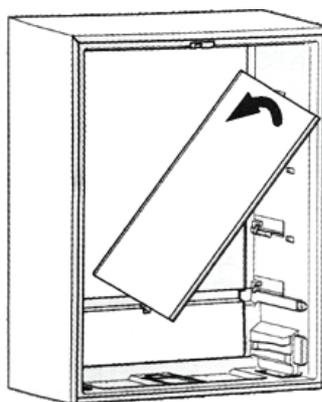

рис. 2
2. Приподнимите одну из сторон полки вверх и поверните её в направлении стрелки, прежде чем извлечь (рис. 2).